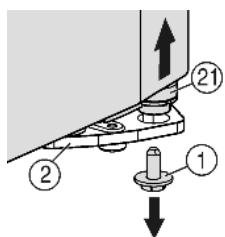
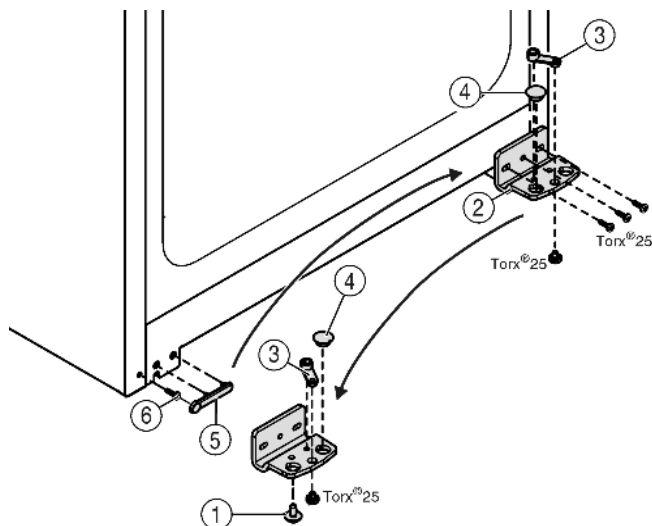

Fig. 5
Fig. 6
- ▶ Внизу справа на опорном кронштейне выкрутите фиксирующий винт *Fig. 5 (1)*.
- ▶ Опорный палец *Fig. 5 (21)* можно извлечь из опорного кронштейна *Fig. 6 (2)*.
- ▶ Если установочный винт *Fig. 5 (21)* не откручивается, его можно вынуть, нажав на него снизу.
- ▶ Открутите опорный кронштейн *Fig. 6 (2)*.
- ▶ Открутите опорную деталь *Fig. 6 (3)* и, переставив в отверстие на противоположной стороне опорного кронштейна, снова прикрутите.
- ▶ Извлеките заглушку *Fig. 6 (4)* из опорного кронштейна и переставьте ее в отверстие на противоположной стороне опорного кронштейна.
- ▶ Осторожно снимите крышку со стороны ручки *Fig. 6 (5)*.
- ▶ Выкрутите болт *Fig. 6 (6)* и вкрутите на противоположной стороне.
- ▶ Снова установите крышку *Fig. 6 (5)*.
- ▶ Снова прикрутите опорный кронштейн *Fig. 6 (2)* на новой стороне шарнира (с моментом 4 Нм). При необходимости используйте аккумуляторный шурупверт.
- ▶ Вкрутите фиксирующий винт *Fig. 5 (1)* внизу в опорный палец и затяните (с моментом **4 Нм**).